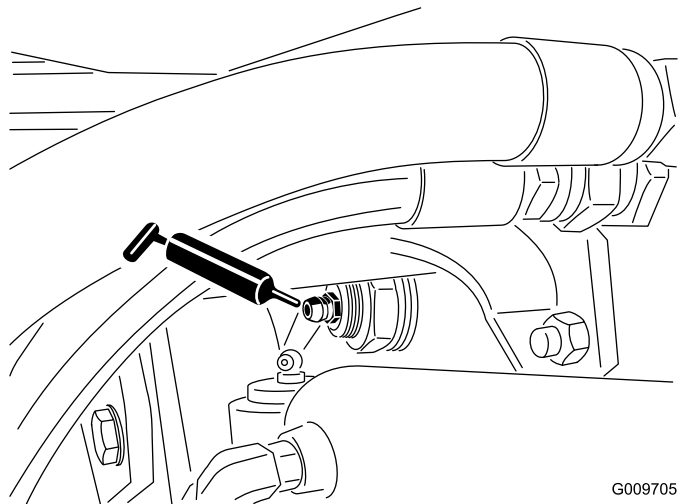

Figura 68
- Articulação do casquilho do eixo traseiro (2) (Figura 68)